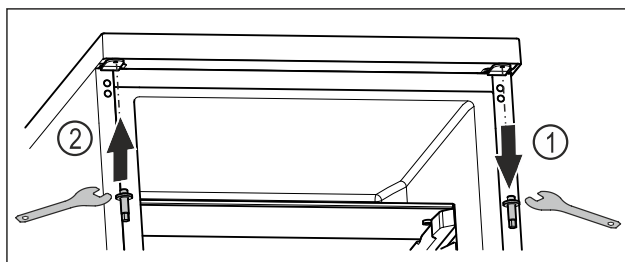

Fig. 22
- Skru ut den øvre bolten med utvendig sekskantnøkkel. Fig. 22 (1)
- Skru fast bolten med utvendig sekskantnøkkel på motsatt side. Fig. 22 (2)